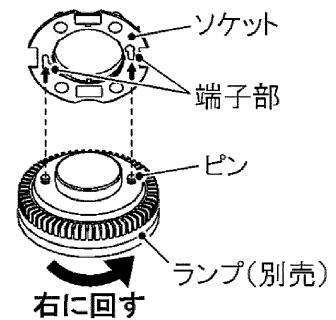

図3
- 4 ソケット端子部とランプのピンの位置を合わせ、カチッと節度のあるところまでランプを右に回す。(図3)